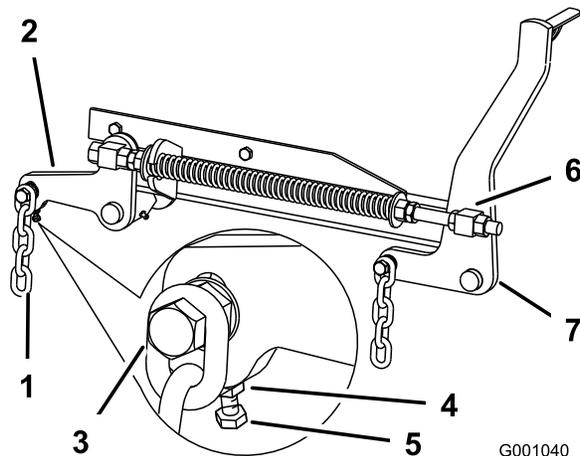

Figura 81
7. Se le misure al punto **B** o **C** non sono esatte, allentate il bullone che monta la catena posteriore al braccio di supporto posteriore (Figura 81).
8. Allentate il controdado sotto il braccio di supporto posteriore e regolate il bullone di regolazione ad un valore tra 80 e 83 mm (Figura 81).
7. Allentate di 13 mm circa i controdadi delle parti girevoli anteriori destra e sinistra (Figura 81).
8. Regolate i dadi di sollevamento sui lati destro e sinistro della macchina finché la parte anteriore della macchina non risulta più bassa di 6–10 mm davanti, al punto **A**, rispetto alla parte posteriore al punto **B** (Figura 81).